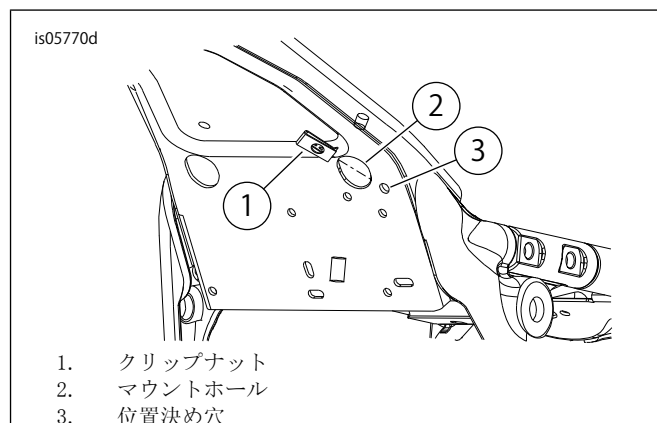

図4。クリップナットの実装
1. 「図4」を参照。マウントホール(2)にクリップナット(1)を取り付けます。